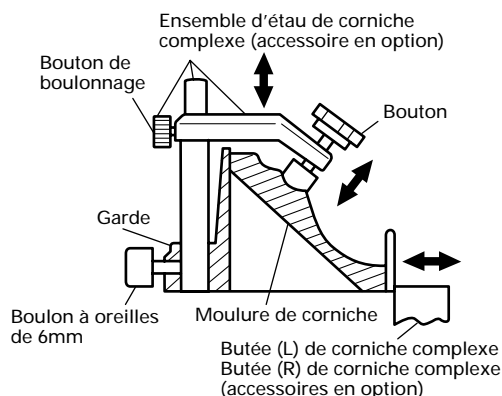

Fig. 34-b
- (1) Les butées (L) et (R) de corniche complexe permettent des coupes plus faciles de corniches complexes sans inclinaison de la lame de scie. Les installer sur la base, de chaque côté, comme le montre la Fig. 34-a. Après les avoir introduits, serrer les boulons de boulonnage de 6mm sur les butées de corniche complexe.